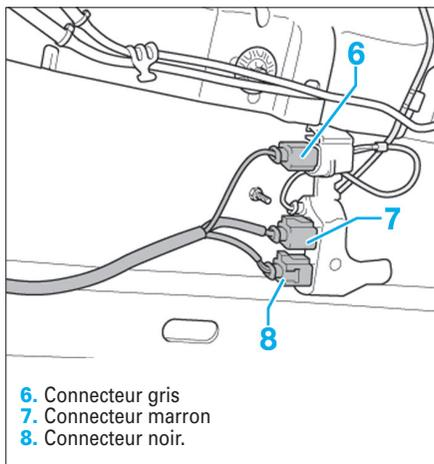

Fig. 77
- Débrancher les connecteurs des sondes lambda (Fig.77)